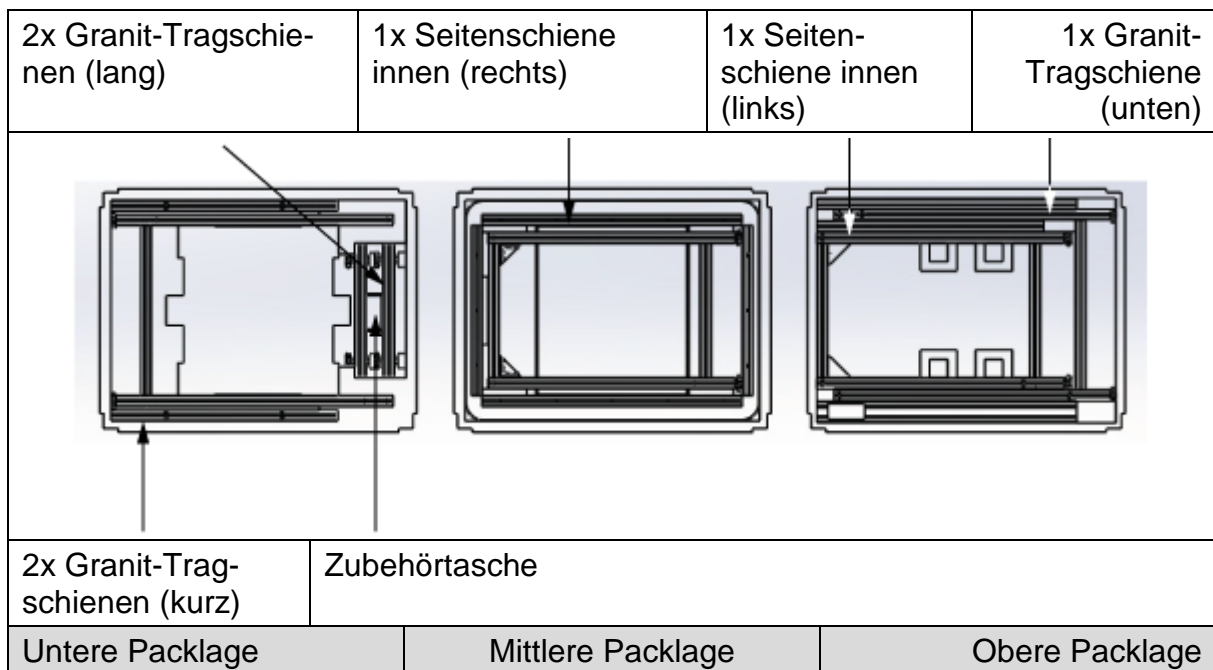

Abb. 1
1. Verpackung öffnen, obere, mittlere und unteren Lage herausnehmen, sowie die Tüten mit den Zubehörteilen (s. Abb. 1.)